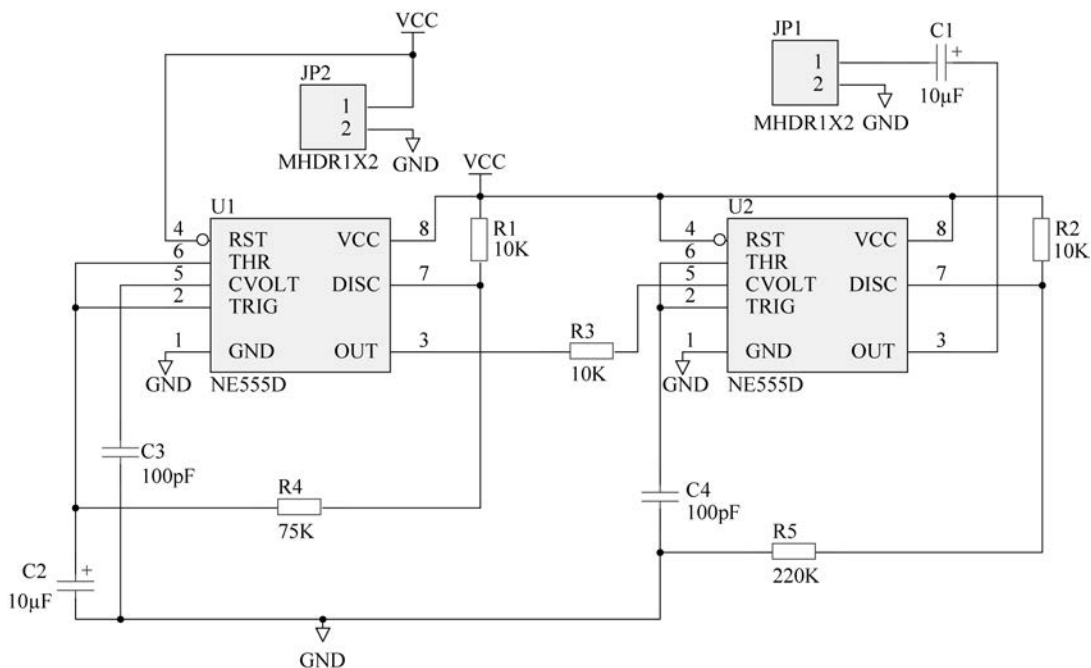

图 3-12 时基 555 单稳态多谐振荡电路
(1) 如图 3-12 所示为时基 555 单稳态多谐振荡电路,请全手工布线绘制双面板,电路板框尺寸大小为 2200mil×2000mil,并进行标注。电源和地线的线宽为 40mil,一般布线的宽度为 10mil。